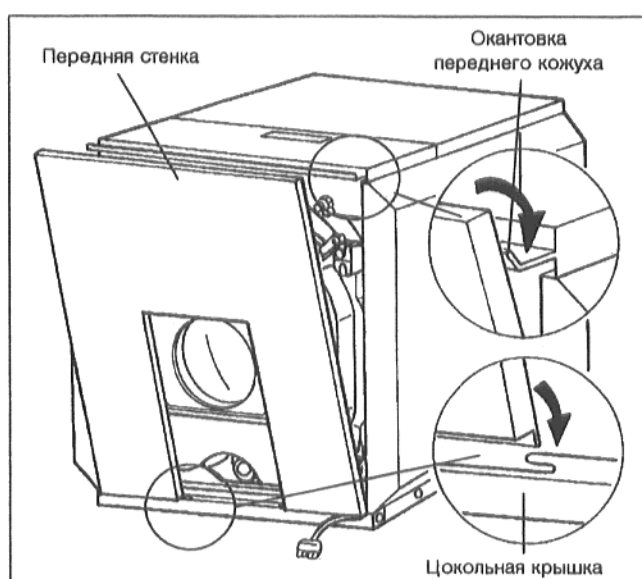

Рис. 36
- Установить переднюю стенку в середине в цокольную крышку, а сверху в окантовку переднего кожуха (Рис. 36).